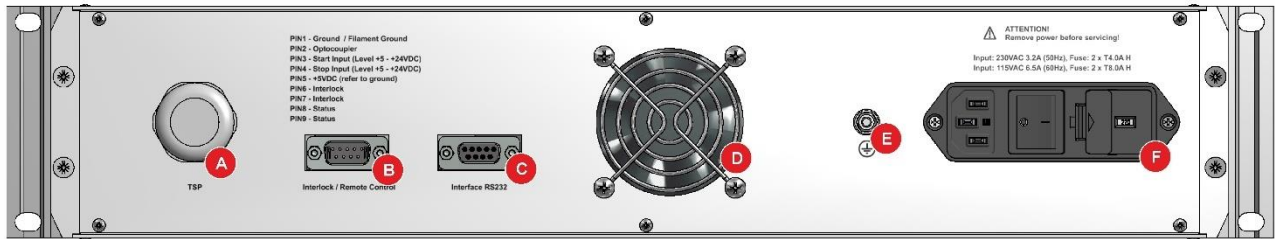
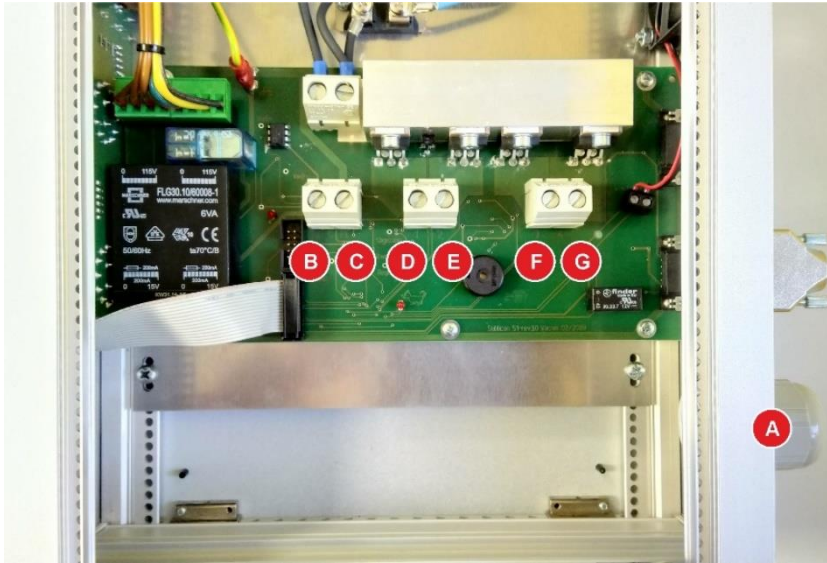
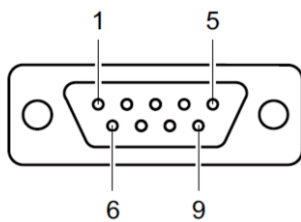
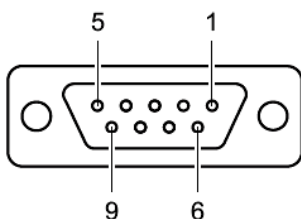

Abbildung 2 – Rückseite des Gerätes
Abbildung 3 – Anschluss Titan-Sublimations-Pumpe (TSP)
Abbildung 4 – Anschlussstecker Interlock / Remote Control (SUB-D, 9-polig)
Abbildung 5 – Anschlussbuchse Interface (SUB-D, 9-polig)
Die Abbildung 2, Seite 15 zeigt die Rückseite des SUBLICON®. Die Belegung der einzelnen Anschlüsse wird in den folgenden Abschnitten beschrieben.
Der Netzanschluss auf der Geräterückseite (🔌📖 Abbildung 2, F, Seite 15) ist für ein Netzkabel vorgesehen, das geräteseitig mit einem Kaltgerätestecker endet. Die Anschlussdaten sind dem Typenschild, sowie den Angaben auf der Geräterückseite zu entnehmen.
Mit Hilfe der Erdungsschraube (🔌📖 Abbildung 2, E, Seite 15) wird das SUBLICON® mit der Erdung der Vakuumkammer verbunden.
Der Anschluss TSP (🔗📖 Abbildung 3, Seite 16 sowie Abbildung 2, A, Seite 15) ist für den Anschluss der Titan-Sublimations-Pumpe (TSP) über ein geeignetes Starkstromkabel vorgesehen.
- Führen Sie das Starkstromkabel durch die Kabeldurchführung an der Geräterückseite und klemmen Sie die Adern entsprechend der Belegung (🔗📖 Abbildung 3, Seite 16) an. Achten Sie dabei auf eine saubere Verlegung und den festen Sitz der Klemmschrauben.
Der Anschluss Interlock / Remote Control (🔑📖 Abbildung 4, Seite 17 sowie Abbildung 2, B, Seite 15) ermöglicht die elektrische Verriegelung sowie die Fernsteuerung des Gerätes.
Der Anschluss Interface RS232 (🔑📖 Abbildung 5, Seite 17 sowie Abbildung 2, C, Seite 15) ermöglicht die Bedienung des Gerätes über einen Computer oder ein Terminal.